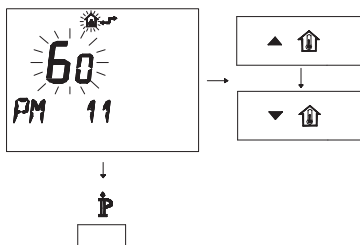

Figura 5.41
- Para modificar el punto de consigna programado use los botones **▲** **IP** o **▼** **IP** y espere a que el número programado comience a parpadear (Figura 5.41). Cada paso de aumento o reducción equivale a 1 segundo.